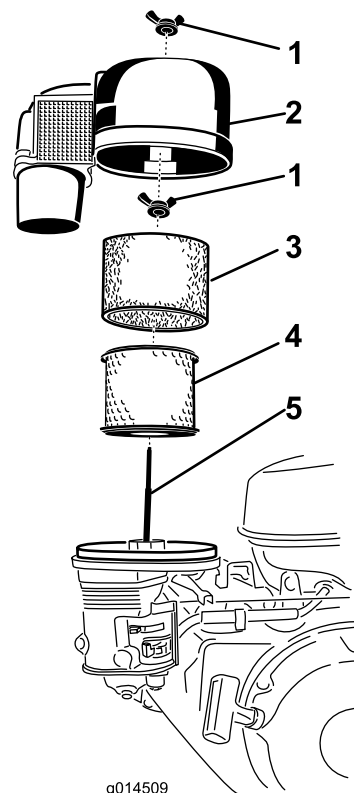

Figura 40
1. Retire la tuerca de orejeta y retire la tapa del filtro y la carcasa del ciclón (Figura 40).
3. Retire la tuerca de orejeta de la parte superior del filtro de aire y retire el filtro de papel (Figura 40).
5. Alinee el elemento del filtro de aire sobre la carcasa inferior del filtro de aire y sujételo con la tuerca de orejeta que retiró en el paso 3 (Figura 40).
6. Coloque el prefiltro de gomaespuma sobre el elemento del filtro de aire (Figura 40).
7. Alinee la tapa del filtro de aire y la carcasa del ciclón con el espárrago y la carcasa inferior del filtro de aire, y sujete la tapa con la tuerca de orejeta que retiró en el paso 1 (Figura 40).
1. Retire la tuerca de orejeta y retire la tapa del filtro de aire y la carcasa del ciclón (Figura 40).
2. Retire la tuerca de orejeta de la parte superior del filtro de aire y retire el prefiltro y el elemento del filtro de aire (Figura 40).
3. Alinee el prefiltro nuevo y el elemento nuevo del filtro de aire con la carcasa inferior del filtro de aire y sujételo con la tuerca de orejeta que retiró en el paso 2 (Figura 40).
4. Alinee la tapa del filtro de aire y la carcasa del ciclón con el espárrago y la carcasa inferior del filtro de aire, y sujete la tapa con la tuerca de orejeta que retiró en el paso 1 (Figura 40).